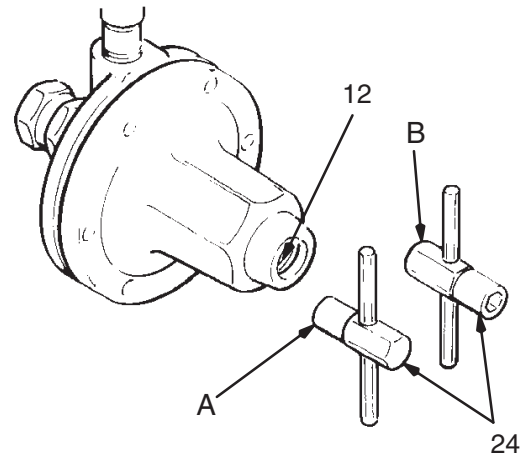

图 3
- a. 仅针对弹簧式调节器（参见图 3）。可通过以下两种方式完全打开调节器：
a. 仅针对弹簧式调节器（参见图 3）。可通过以下两种方式调节调节器：
1. 关闭调节器：啮合调节器钥匙（24）的内螺纹端（A）与调节螺钉（12），逆时针转动调节器钥匙以释放弹簧张力。参见图 3。
3. 顺时针转动调节器钥匙（24）以增加流体压力。参见图 3，调节需要的喷型。